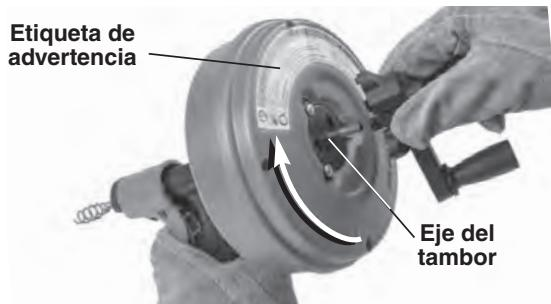

Figura 2 – Extracción de la manivela de la limpiadora POWER SPIN+™
- La etiqueta de advertencia está presente y se puede leer. Vea la Figura 2.
7. Si está usando la limpiadora POWER SPIN+ con un taladro a batería, extraiga la manivela de la parte de atrás del tambor. Para hacerlo, apriete las lengüetas a cada lado de la manivela (vea la Figura 2). Conecte bien el mandril del taladro con el eje ubicado al centro del tambor.
7. Gire el tambor hacia la derecha, como indica la flecha en la parte de atrás del tambor (vea la Figura 2), y apriete el gatillo de la limpiadora de desagües. Al apretar el gatillo, el cable comienza a avanzar por el desagüe.